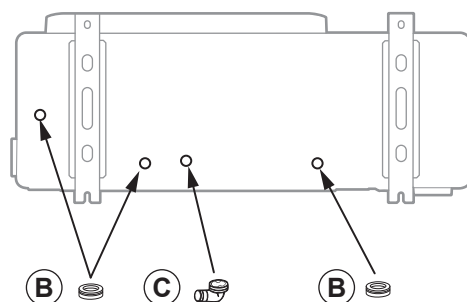

fig. 15 - Plaatsing van de buitenunit, afvoer van de condensaten
- Tijdens bedrijf kan water uit het apparaat sijpelen. Plaats het apparaat niet op een terras, maar bij voorkeur op een goed gedraineerd ondergrond (bed van grind of zand). Als de installatie in een gebied wordt uitgevoerd waar de temperatuur beneden het vriespunt zakt, ervoor zorgen dat de aanwezigheid van ijs geen gevaar oplevert. Het is ook mogelijk een afvoerslang aan de condensbakaan te sluiten (opties) (fig. 15).
De buitenunit moet zich ten minste 50 mm boven de grond bevinden. In besneeuwde gebieden, mag deze hoogte meer zijn, maar niet hoger dan 1.5 m (fig. 15).